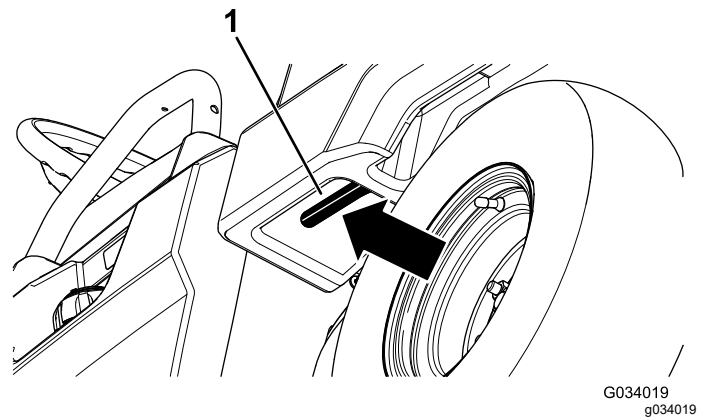

Figura 14
1. Trageți maneta din stânga, în interiorul platformei de încărcare, spre dumneavoastră și ridicați platforma de încărcare (Figura 14).
1. Ridică uor platforma de încărcare prin ridicarea manetei de blocare (Figura 14).